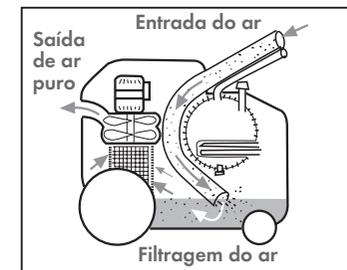

Fig. 4
Introduzindo 2,5 litros de água limpa no depósito de recuperação (G), o ar é filtrado e as impurezas nele contidas (pó, germes, etc.) ficam retidas no depósito (G) (Fig. 4). Durante a utilização do aparelho, verifique sempre se a água não ultrapassa o nível máximo para evitar a saída de jactos de água pelo silenciador.